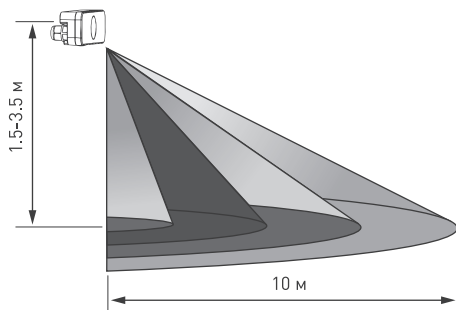

Рисунок 1. Схема установки датчика движения.
- 3.2. Закрепите устройство в месте установки, Рис. 1, 2.